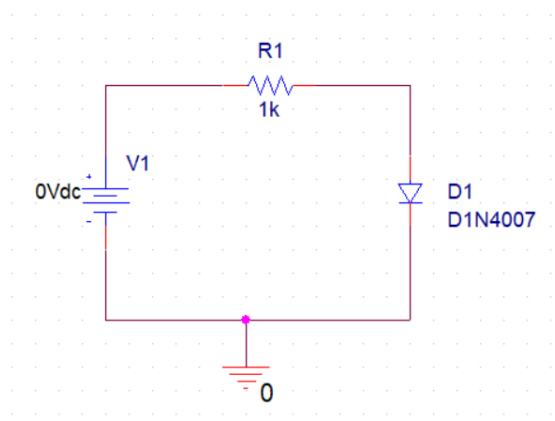

图 1: 二极管特性测试电路
- (1) 二极管伏安特性测试电路如图 1 所示，输入该电路图，设置合适的分析方式以及参数，用 PSpice 软件仿真分析二极管的伏安特性
- (2) 在直流分析中设置队温度的内嵌分析，仿真分析二极管在不同温度下的伏安特性
- (3) 将图 1 示电路中的 VDC 电源用 VISN 电源代替，并设置合适的元件参数，仿真分析二极管两端的输出波形
- 在仿真分析图 1 二极管电路的电压波形时, 若瞬态分析不设置 Maximum step size 参数, 则结果会出现什么样的情况?